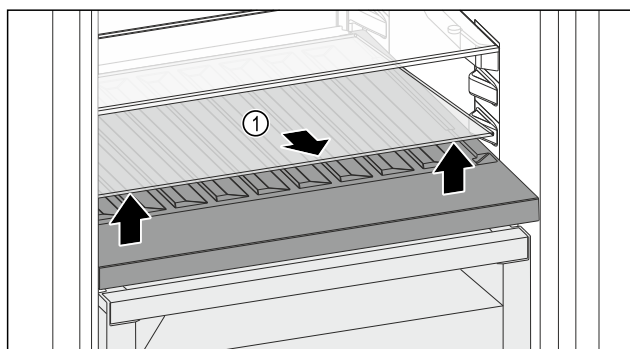

Fig. 186
- Podignite staklenu ploču Fig. 186 (1) na otvoru sprijeda i izvadite je.
- Čuvajte staklenu ploču Fig. 186 (1) na sigurnom izvan uređaja.
- Uložite staklenu ploču (2) ispod promjenjive police za boce.